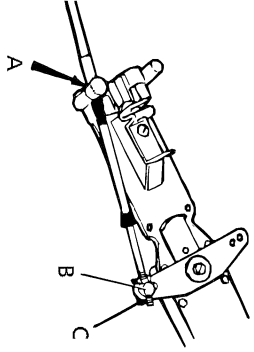

Fig. 8
- Anslut nippeln till växelarmen (B fig. 8) och säkra med saxpinnen. (C fig. 8)